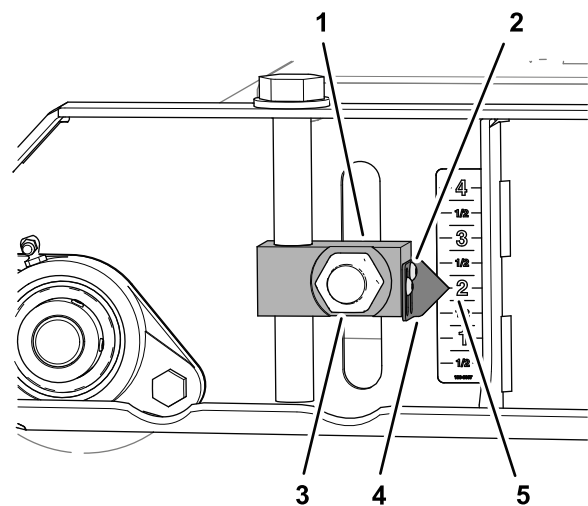
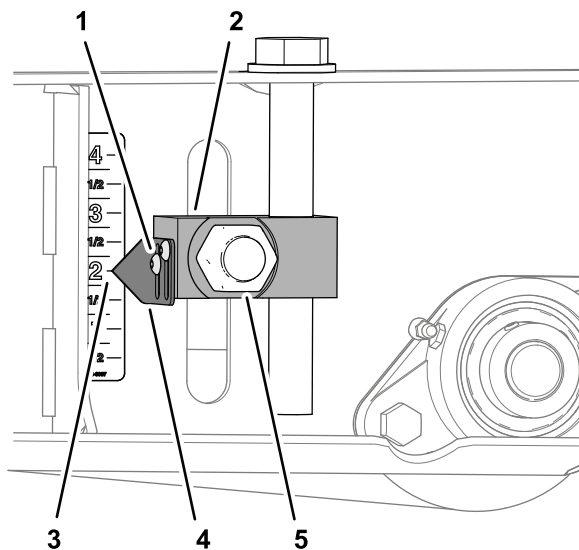

Bild 76
Bild 78
3. Lösen Sie die beiden Innensechskantschrauben, mit denen der Zeiger am Verstellblock befestigt ist, richten Sie den Zeiger auf die 2-Zoll-Markierung auf dem Aufkleber aus und ziehen Sie die Schrauben wieder fest (Bild 76).
6. Lösen Sie die Innensechskantschrauben, mit denen die beiden Zeiger am Verstellblock befestigt sind, richten Sie die Zeiger auf die 2-Zoll-Markierung auf dem Aufkleber aus und ziehen Sie die Schrauben wieder fest (**Bild 78**).
7. Ziehen Sie die vier Muttern, mit denen die Schnitthöhenverstellungen (**Bild 76** und **Bild 78**) an den vorderen und hinteren Rollen befestigt sind, auf ein Drehmoment von 322 bis 396 Nm an.